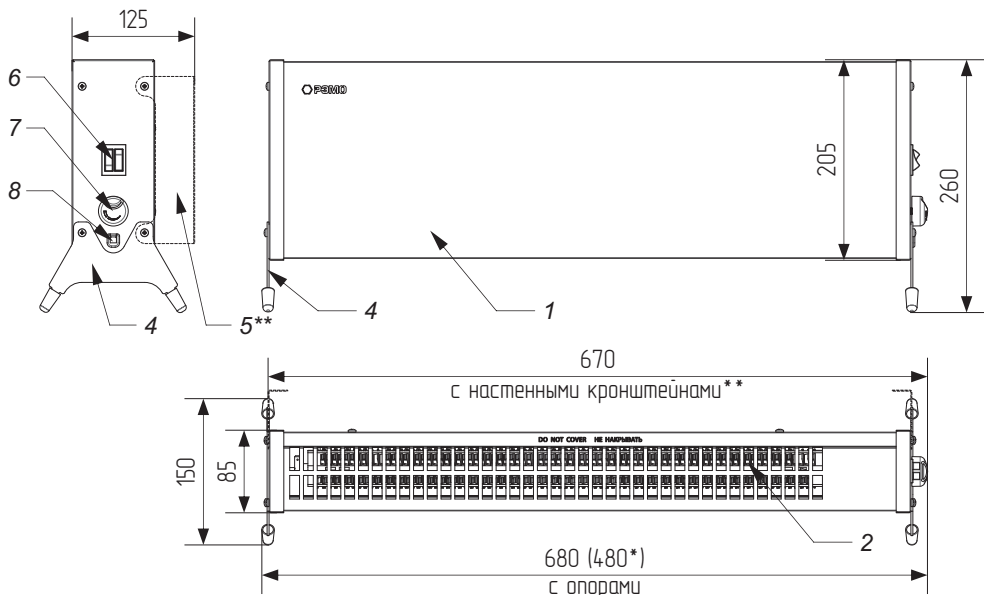

Рисунок 1. Габаритный чертёж и элементы конструкции электрического обогревателя.
5.1. Конвектор (см. рис. 1) представляет собой металлический корпус, состоящий из передней панели (1) и задней панели (3), внутри которого на шасси расположен электронагревательный элемент (на чертеже не показан). На корпус устанавливаются опоры (4) или настенные кронштейны (5) (только для СБ-1500.2, СБ-2000.2). На боковой поверхности корпуса расположены роковый переключатель (клавишный выключатель) с подсветкой (6) (два переключателя для исполнений СБ-1500.2, СБ-2000.2) и ручка термостата (7). Вывод шнура питания (шнур с вилкой условно не показаны) (8).